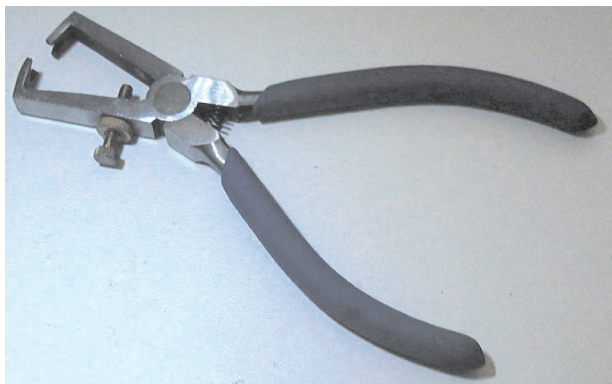

Bild 2: Kabelskalare.
- Kabelskalare, modell där man kan ställa in det minsta avståndet mellan käftarna (bild 2)